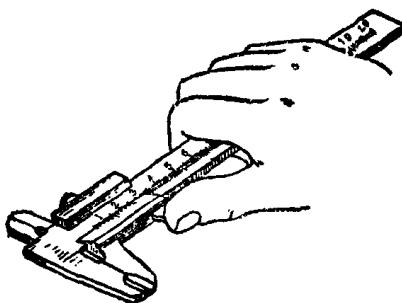
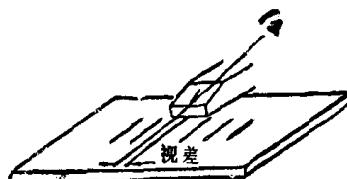

图1 读取尺寸时游标卡尺
图2 偏视对读数准确度
(6) 在游标卡尺上读取尺寸时，应把游标卡尺水平地拿着朝亮光的方向（图1），并应使视线尽可能地和尺上所读的刻度线垂直，以免由于视线的歪斜而引起读数的误差（图2）。必要时，可以利用3倍至5倍的放大镜来帮助读数。为了减少测量读数的误差，最好在工件的同一位置多测量几次，取它的平均读数。